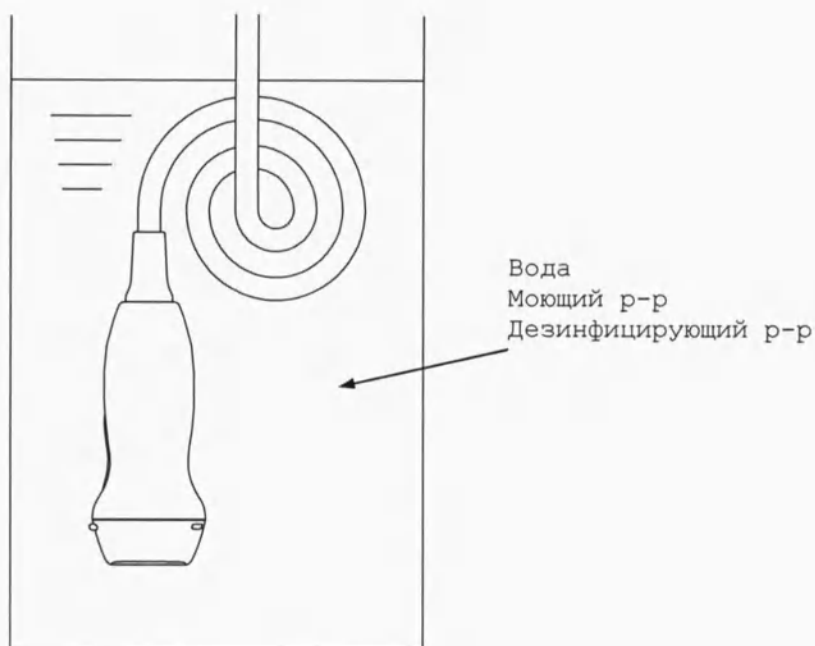

Рис.3 Погружение датчика
- 2) Погрузите датчик в воду или энзиматический моющий раствор (см. Список поставщиков дополнений и средств для обработки датчика, см Рис.3). Следуйте инструкциям производителя по применению, разведению и времени замачивания в моющем растворе.
- 2) Погрузите датчик в дезинфицирующий раствор на соответствующее время (см. Рис.3)